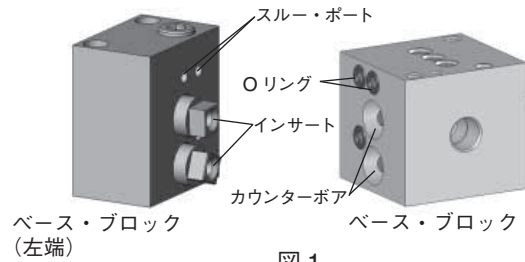

図 1
2. ベース・ブロックをベース・ブロック (左端) にセットします。その際、**Oリング** (9-007) とスルー・ポートの位置を合わせます。ベース・ブロック (左端) インサートをベース・ブロックのカウンターボアにはめ込みます。(図 1 参照)